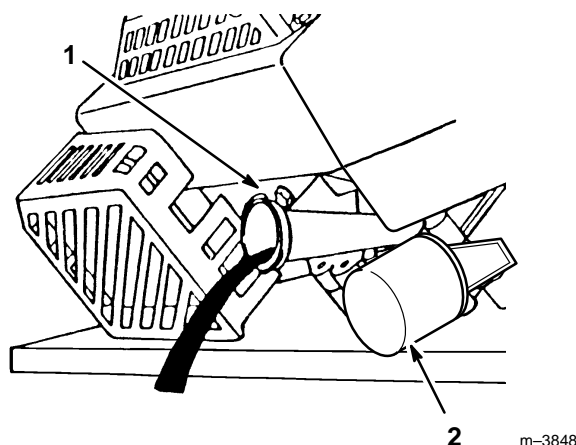

Abbildung 17
4. Den Rasenmäher auf die linke Seite kippen und das Öl in die Auffangschale laufen lassen (Abb. 17).
Den Ölfilter (Abb. 17) alle 100 Betriebsstunden bzw. jährlich wechseln, je nachdem, welcher Fall zuerst eintritt.